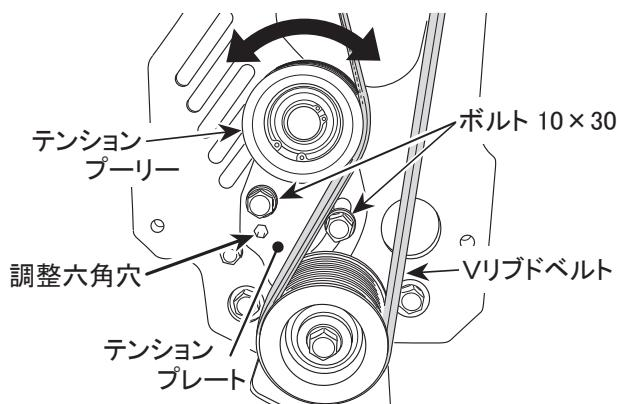

図6
a. テンションプレートが動く程度に固定しているボルト10×30の2本をゆるめます(ボルトは外さないでください)。(図6)